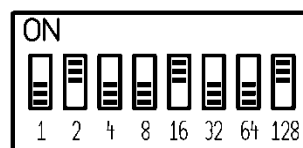

Abb. 2:
Der Dipschalter zum Einstellen der Adresse befindet sich seitlich am JDB8051. Die Adresse wird binär-codiert dargestellt und errechnet sich als Summe der auf ON gestellten Wertigkeiten. Beispiel: Wenn der zweite (2), der fünfte (16) und der achte (128) DIP-Schalter auf ON stehen, dann ist die Bus-Adresse des Gerätes 146 ($2 + 16 + 128 = 146$). Siehe Abb. 2.